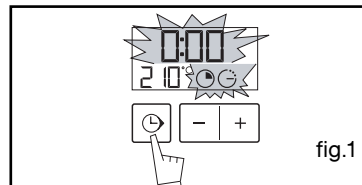

fig.1
De weergave knippert op 0u00 om aan te geven dat instellen dan mogelijk is. (fig.1).
- Druk op de toets "⏸" (fig.1) tot het symbool van de schakelklok knippert.
- Regel en bevestig de tijd van uw programmaschakelaar op 0:10 (fig.1).